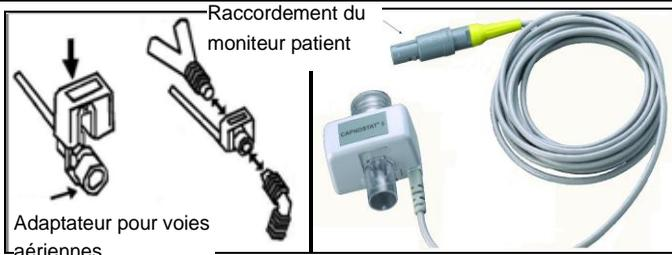
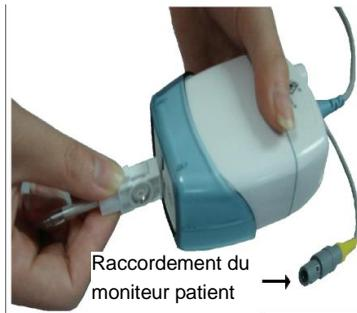

Fig.15-2 (A,B) Connexion du mode primaire de CO₂
Fig.15-3 (A, B, C) Schéma de connexion du flux secondaire de CO₂
- Puis le module CO₂ est connecté au moniteur (en se référant à la Fig. 15-2 ou Fig. 15-3 en fonction des types de modules de CO₂).